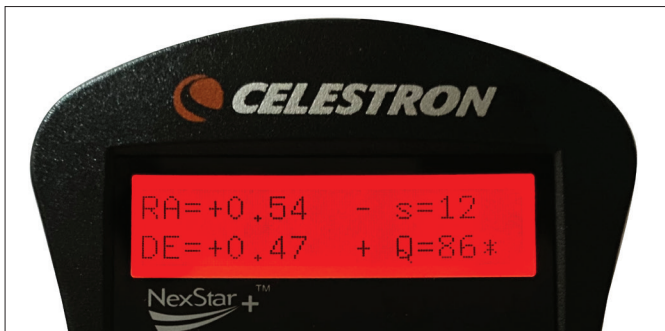

Abb. 12: Beim Autoguiding mit der NexStar+ Handsteuerung sehen Sie den Führungsfehler für beide Achsen auf dem LCD.
Das LCD der Handsteuerung zeigt einen Bildschirm wie in Abb. 12 an. Die Zahlen in der oberen Zeile stellen den RMS-Tracking-Fehler der Rektaszension (RA) dar, und die Zahlen in der unteren Zeile stellen den RMS-Tracking-Fehler der Deklination (DEC) in Bogensekunden dar. Die +/- Symbole rechts neben den RA- und DEC-RMS-Tracking-Fehlern zeigen die Richtung des vorherigen Tracking-Befehls auf dieser Achse an. Die „s“-Nummer ist die Anzahl der Sterne, die SSAG zur Führung verwendet. Die „Q“-Zahl stellt die Qualität der Führung dar, die im Wesentlichen ein Maß für die örtlichen Sehbedingungen ist – null ist schlecht, während 100 ideal ist. Das blinkende Sternchen neben der Q-Nummer zeigt an, dass die Handsteuerung Führungsbefehle von SSAG empfängt.